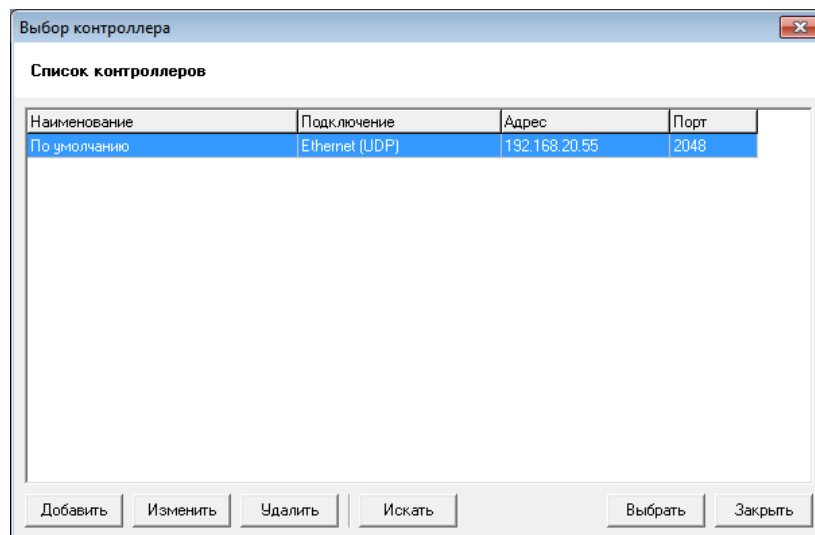

Рисунок 46 – Диалог "Выбор контроллера"
- 5) Выберите пункт меню "Контроллер/Получить конфигурацию из контроллера". Откроется окно "Выбор контроллера" (см. Рисунок 46) с параметрами контроллера по умолчанию.